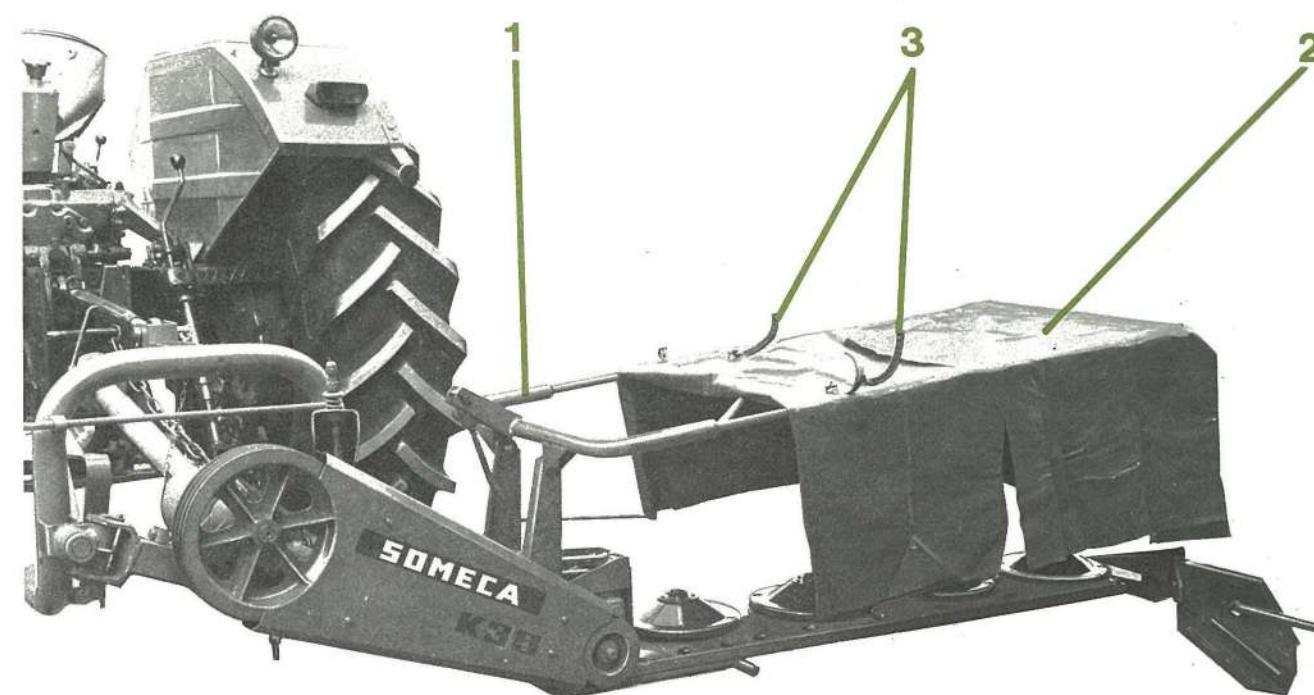

FIG. 20
puis assembler le cadre (1 - fig. 20) à l'aide des deux vis HM 16 x 1,50 - 40 et des deux douilles d'articulation.
Placer la toile plastique (2 - fig. 20) sur le cadre et la brider, à l'aide des sangles (3). Monter le tirant de repliement (3 - fig. 19) avec ses bagues de tourbillonnement et régler sa longueur au départ à 436 mm (voir figure 19). Parfaire ce réglage de la façon suivante :